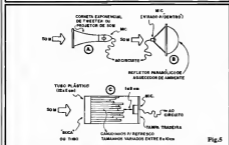

Fig. 5
O MAME, contudo, permite inúmeras adaptações para audição remota "sem fio", no sistema de "acoplado acústico" (que podemos ser parados da física e da sensibilidade...). Para tanto, basta acoplar sistemas de concentração, ressonância ou direcionamento do som recebido pelo microfone, conforme sugerem as várias montagens na fig. 5. Vamos analisá-las:
- 5-C — Um sistema sofisticado (em termos acústicos), porém de fácil implementação, consiste em "ressonador", formado por tubo (no qual o microfone vai adaptado) contendo muitos tubos de comprimentos diferentes, com o que cada tubo entrará "sintonizado" numa frequência de áudio, proporcionando um certo reforço por "ressonância" no som recebido, além de incrementar a diretividade do sistema! A solução mostrada da fig. 5-C é básica, mas muitos outros materiais podem ser utilizados. Em qualquer caso, a origem do microfone não pode tocar a existência traseira do conjunto de tubos, devendo ser garantido um espaço, para perfeito funcionamento e bom aproveitamento do efeito de "ressonância". Conjuntos bem maiores do que o sugerido também podem ser construídos, usando-se, na ressonância, muitos tubos de diferentes tipos (do tipo utilizado na construção de antenas domésticas de TV, por exemplo), com comprimentos escalonados desde cerca de 1 metro até poucos centímetros, firmemente justados com braçadeiras e acoplados a um fuso, na traseira, ao "fundo" do qual o eletreto pode ser fixado. Quanto